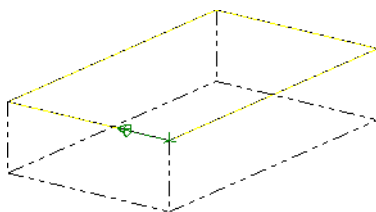

图 9-66 选取加工边界
① 调用外形铣削加工。选择主菜单中的“刀具路径”|“平面铣”命令，或直接在刀具路径管理器的树状结构图空白区单击鼠标右键，在弹出的快捷菜单中选择“铣削刀具路径”|“平面铣”命令。
② 选取加工工件的轮廓。系统弹出“输入新 NC 名称”对话框，输入工件的名称，再单击“确定”按钮 ；根据系统提示采用串连方式选取加工工件轮廓图形，单击“串连选项”对话框中的“确定”按钮 ，如图 9-66 所示。